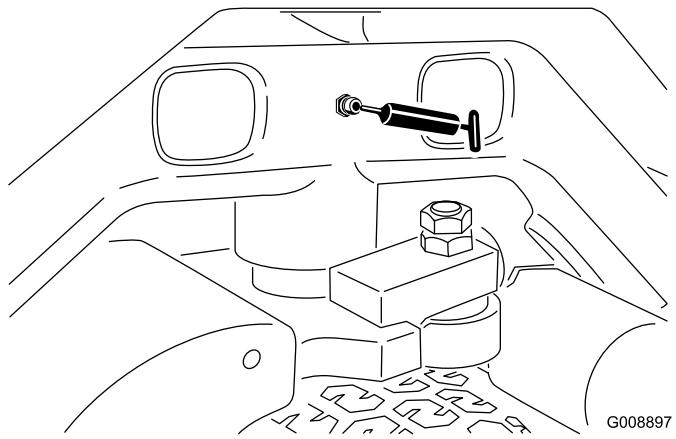

**Figura 33**
- Extremos de los cilindros del SideWinder (2) (Figura 33)